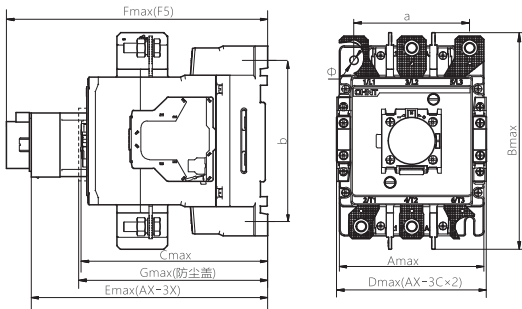

图1 NXC-120~630交流接触器外形与安装示意
2.1 NXC-120~630系列交流接触器安装尺寸与外形尺寸，见图1及表2。型号规格重量见箱贴。